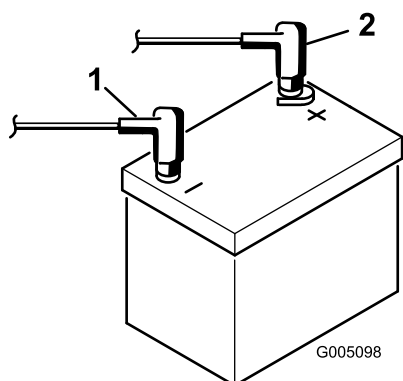

図 6
2. スタータからの赤い (+) ケーブルを (+) 端子に固定する (図 6)。レンチで締め付けて固定し、ワセリンを塗布する。ケーブルが擦れて磨耗するような配線はさける。